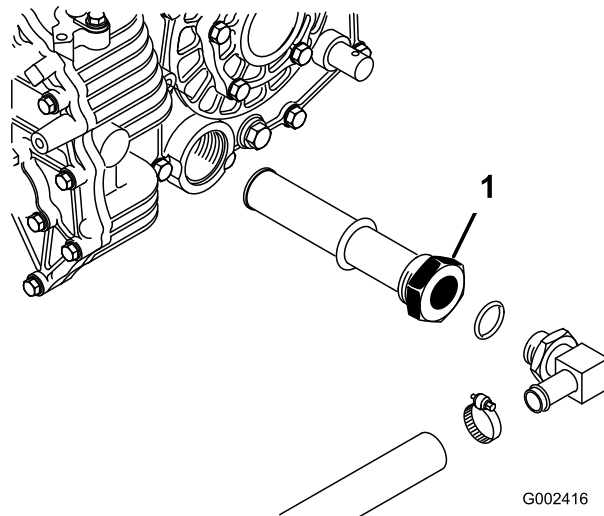

Bild 71
3. Achten Sie auf die Ausrichtung des Hydraulikschlauches und des 90°-Anschlussstückes, das an der Seite des Behälters befestigt ist (Bild 71).